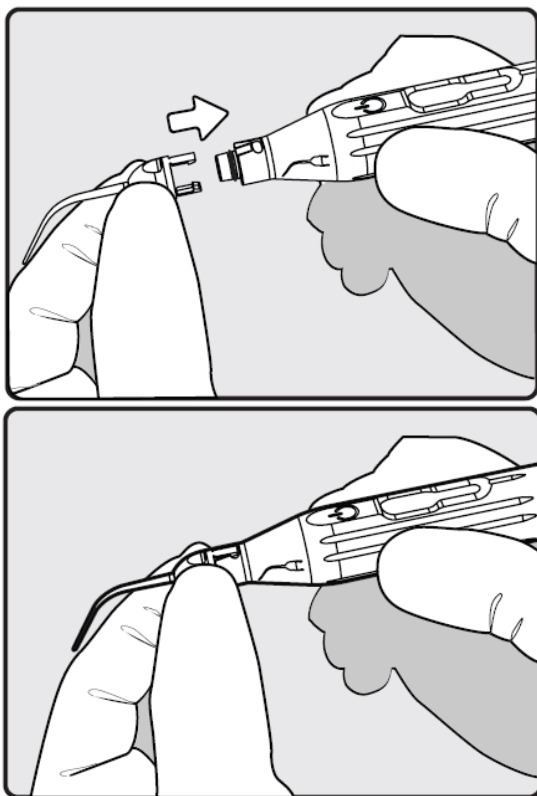

Abbildung 7: Anbringen der Lichtstreuerspitze
- Die Einweg-Lichtstreuspitze aus dem neuen Behandlungskit nehmen. Sicherstellen, dass der O-Ring am distalen Ende der äußeren Hülle ordnungsgemäß installiert und frei von sichtbarem Verschleiß ist. Die Lichtstreuspitze in der richtigen Ausrichtung wie in *Abbildung 7* gezeigt vorne an der äußeren Hülle anbringen. Wenn zu diesem Zeitpunkt der distale O-Ring ersetzt werden muss, wird empfohlen, die Hülle, wie in *Abschnitt 5.9* beschrieben, erneut zu sterilisieren.